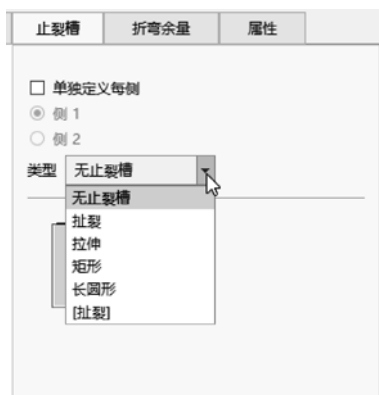

图 6-46 指定止裂槽类型
- (7) 在“折弯”选项卡中打开“止裂槽”面板，从“类型”下拉列表框中选择“无止裂槽”选项，如图 6-46 所示。